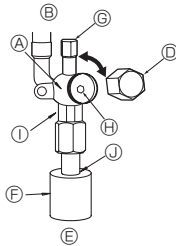

Fig. 4-6
(1) Lado del gas/líquido de ZM35-71 (Fig. 4-6)
- ① Abra la tapa y gire la varilla de válvula hacia la izquierda hasta su tope, utilizando una llave hexagonal de 4 mm. Deje de girar cuando llega al tope.